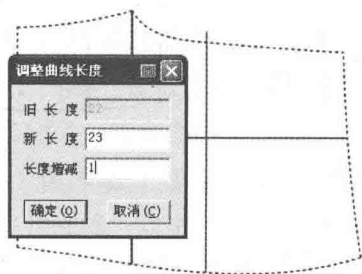

图 7-111 画后臀围线
(28) 选择  【智能笔】工具按着【Shift】键,右键点击臀围线,进入【调整曲线长度】功能。输入增长量 1cm (图 7-111)。